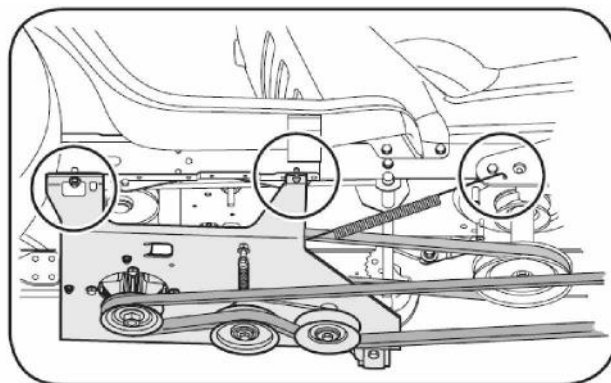

Рис. 23.
4. Подсоедините натяжную пружину, поставляемую в упаковочной коробке. Эта пружина соединяется с одной стороны с кронштейном натяжного ролика, а с другой – с отверстием на задней правой части лонжерона трактора. См. Рис. 23.
5. Наденьте нижний приводной ремень на шкивы, как показано на Рис. 23.